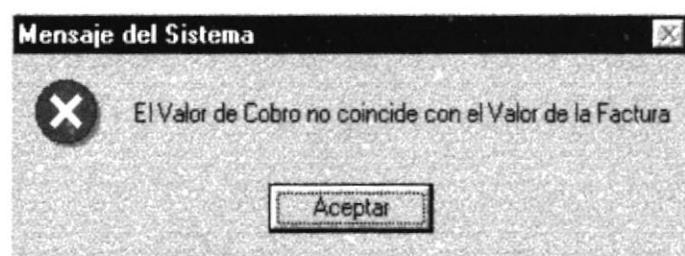

Figura 6.14 El valor de cobro no coincide
8. Llama a la pantalla de la figura 6.14 para mandar el reporte a la impresora, donde puede elegir el número de copias y desde que página hasta que página desea imprimir.